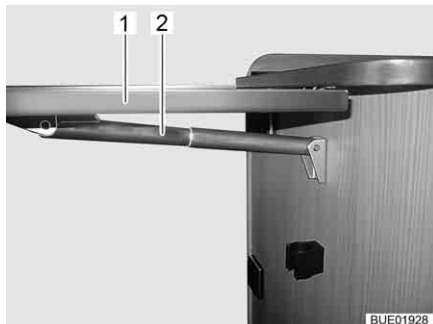

Fig. 47 Tavolo ribaltabile su bancone
- Afferrare in basso il tavolo ribaltabile su bancone (Fig. 47, 1) e tirandolo leggermente estrarlo dall'incastro.
- Orientare il piano del tavolo verso l'alto, fino all'aggancio dell'elemento di fissaggio del supporto telescopico (Fig. 47, 2). Rilasciare il piano del tavolo.